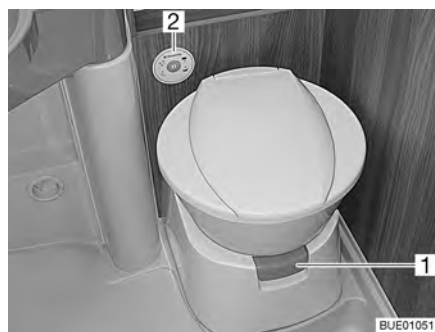
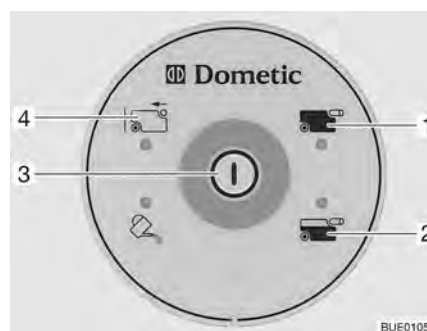

Fig. 218 Cuvette des toilettes avec unité de contrôle et de commande
Fig. 219 Unité de contrôle et de commande toilettes
Faire couler un peu d'eau dans la cuvette des toilettes avant de s'en servir. Appuyer pour ce faire sur le bouton de la chasse d'eau (Fig. 219,3) sur l'unité de contrôle et de commande (Fig. 218,2).
- Avant d'actionner la chasse d'eau, ouvrir le curseur des toilettes. Tirer pour cela sur le levier du curseur (Fig. 218,1).
- Pour actionner la chasse d'eau, appuyer sur le bouton (Fig. 219,3).
Le voyant de contrôle (Fig. 219,2) s'allume lorsque le réservoir pour matières fécales est au 3/4 plein.
Le voyant de contrôle (Fig. 219,1) s'allume lorsque le réservoir pour matières fécales doit être vidé.
- Enfoncer le levier du curseur (Fig. 218,1). Le curseur se ferme. Pour la vidange il **faudrait** que le curseur des toilettes soit fermé.
- Faire légèrement basculer le réservoir pour matières fécales puis l'enlever complètement. Sur l'unité de contrôle et de commande est allumé l'indicateur "Réservoir pour matières fécales retiré" (Fig. 219,4).